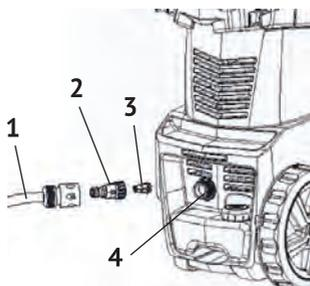

рис.6
7.1.5 Подключение водопроводного шланга рис.6:
- снять пластиковую заглушку с входного патрубка (рис.6 поз.4);
- прикрутить входной штуцер (рис.6 поз.2) с фильтром (рис.6 поз.3) к входному патрубку;
- закрепить на входной патрубков разъем водопроводного шланга (рис.6